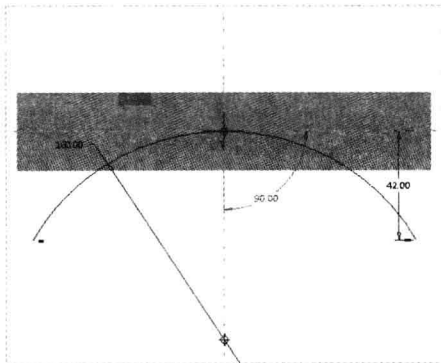

图 8-106 绘制截面
Step 04 接受默认的草绘视图方向和参考,单击“草绘”按钮,进入草绘环境,单击“草绘”选项卡中的相应按钮,绘制截面,如图 8-106 所示,单击“关闭”面板中的“确定”按钮✓,完成截面绘制并退出草绘环境。